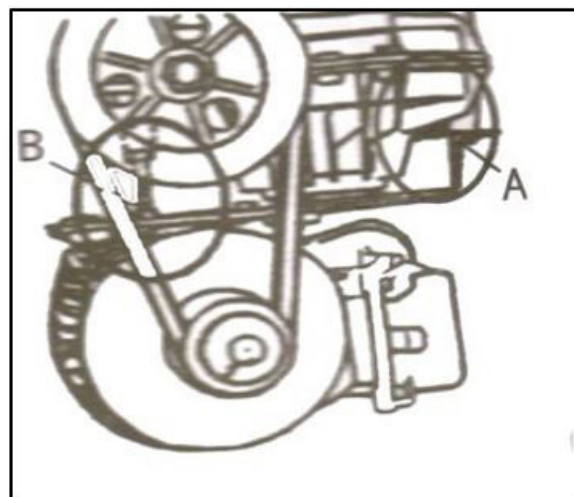

FIG41
- Kontrollér og justér jævnligt spændingen på drivremmen, og brug de justerbare møtrikker ved position A og B til at regulere remmens spænding (Fig41).